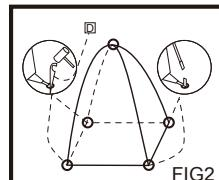

FIG2
3. Rejs inderteltet <A> op og tryk enderne af stængerne ind i jernstængerne på hvert hjørne af teltet <A>. (FIG2)
4. Fastgør taget på inderteltet <E> på stængernes kryds med de påsyede bændsler. (FIG2)
5. Fastgør teltet ved at trykke teltplokkene <D> ned i bundens øjer. (FIG2)